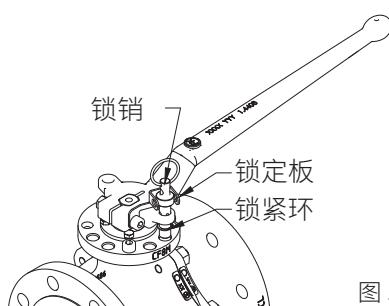

图 5
6. 在锁销底部附近的凹槽中安装锁紧环（图 5）。这将确保锁销与手杆相连。